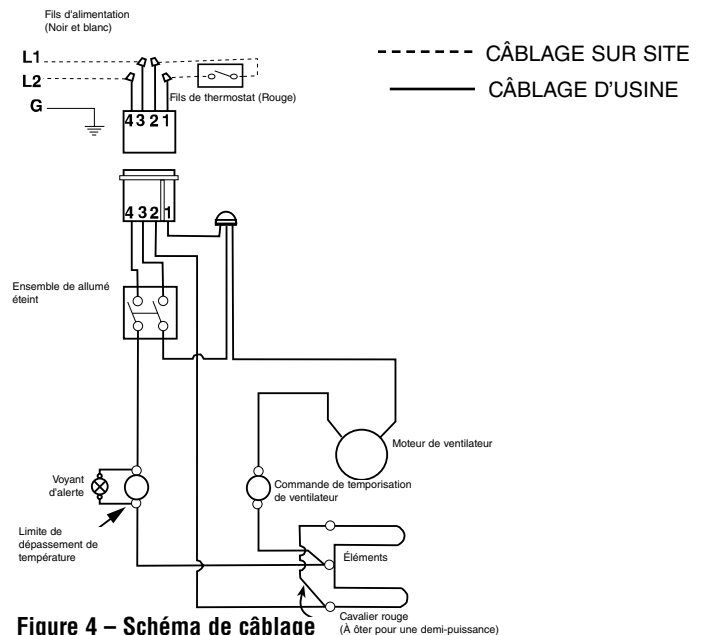

Figure 4 – Schéma de câblage
1. Suivez le schéma de câblage (Figure 4) pour brancher les fils d'alimentation et les fils de thermostat avec les fils du radiateur dans le boîtier arrière.
3. Disposez l'ensemble de radiateur/ventilateur dans le boîtier arrière et fixez-le en place avec (2) vis fournies au travers des fentes centrales dans l'ensemble de ventilateur.
4. Passez le commutateur de coupure monté sur l'ensemble de radiateur/ventilateur sur Marche (ON).